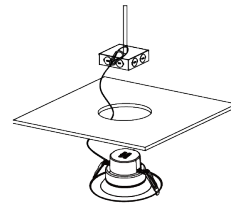

Fig. 7
- Fixer le mousqueton de sécurité au boîtier du luminaire existant (Fig. 7).